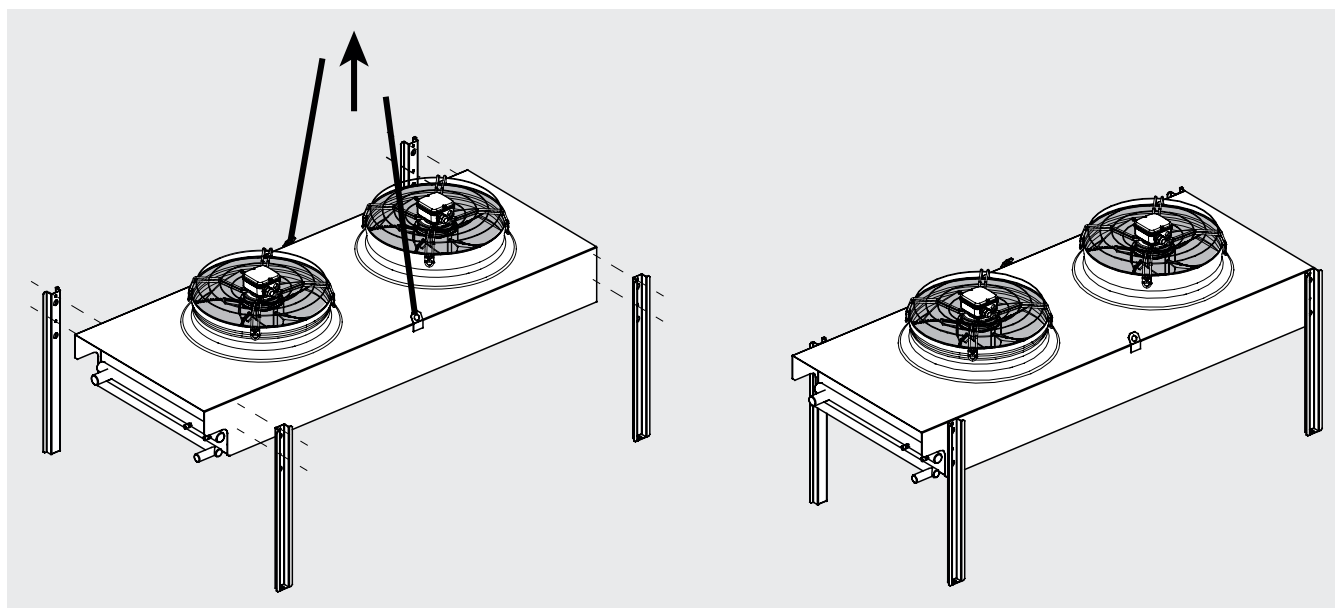

Figure 4
- 6.5 Les modèles standards sont fournis avec des supports pour une installation avec flux d'air horizontal. L'installation avec flux d'air vertical est possible en procédant à l'assemblage du kit optionnel prévu à cet effet ; voir Figure 4.